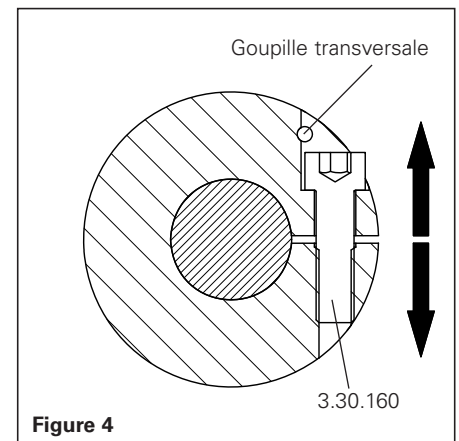

Figure 4
- S'il n'est pas possible d'introduire l'arbre du moteur, desserrer la vis de serrage (3.30.160) d'un quart de tour environ contre la goupille transversale afin que le moyeu s'élargisse (voir figure 4).